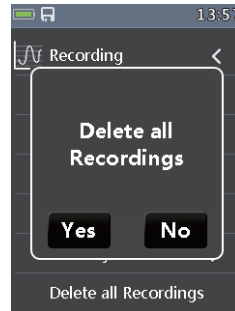

Fig139
• Dans le menu d'enregistrement. Appuyez sur le bouton ▲ ou ▼ pour sélectionner Supprimer tous les enregistrements. Point (Fig139).Appuyez sur le bouton ▶ Entrer dans la zone de suppression.Et sélectionnez Oui ou Non.